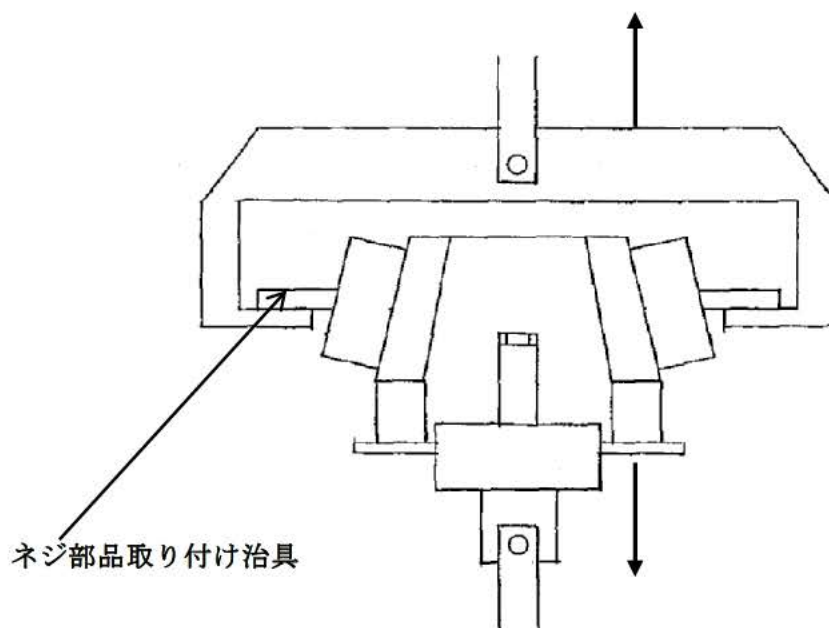

図 4 ネジ部品引張強度試験
- (1) 試料（完成品）を $23 \pm 2^{\circ}\text{C}$ に 2 時間保った後、図 4 に示します試験装置に取り付けます。
- (2) 毎分 10 mm の速さで、1000 N になるまで引張荷重を上下方向に加えます。